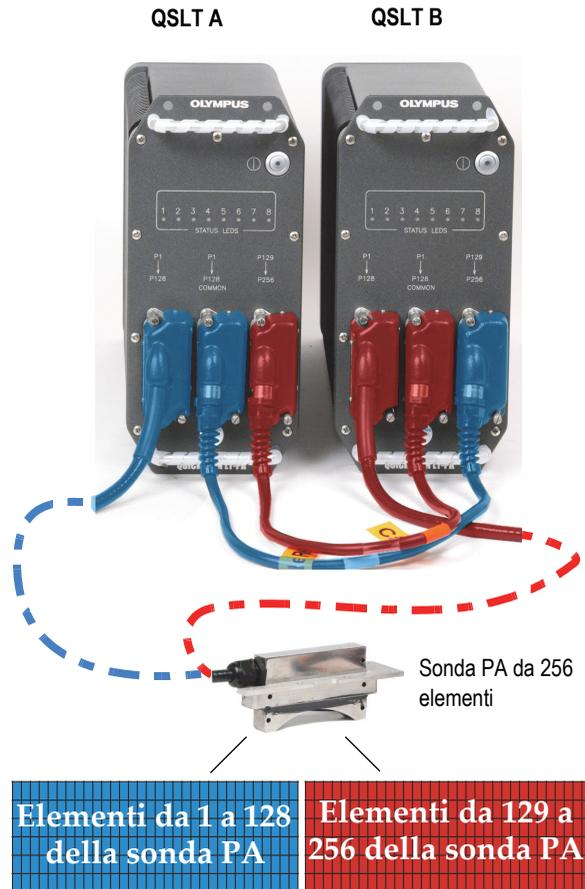

Figura 2-2 Quattro aperture in parallelo e una sonda PA
4. Mediante un secondo cavo per quattro aperture¹, collegare il connettore P1—>P128 COMMON nel QSLT B al connettore P129—>P256 nel QSLT A (vedi Figura 2-2 alla pagina 36).